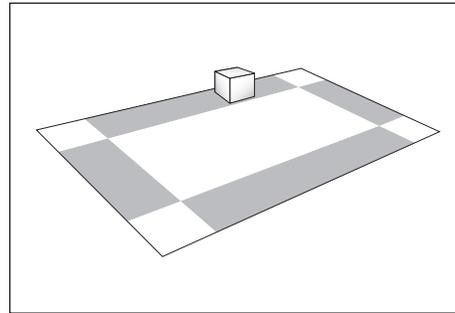

Fig. 1b
**Figure 1b** : Le positionnement à proximité d'un mur offre habituellement un bon équilibre entre la puissance et la précision. Des commandes permettent d'ajuster le signal du caisson de sous-graves aux autres enceintes du système. Se reporter à la section « Réglage fin » à la page 17.